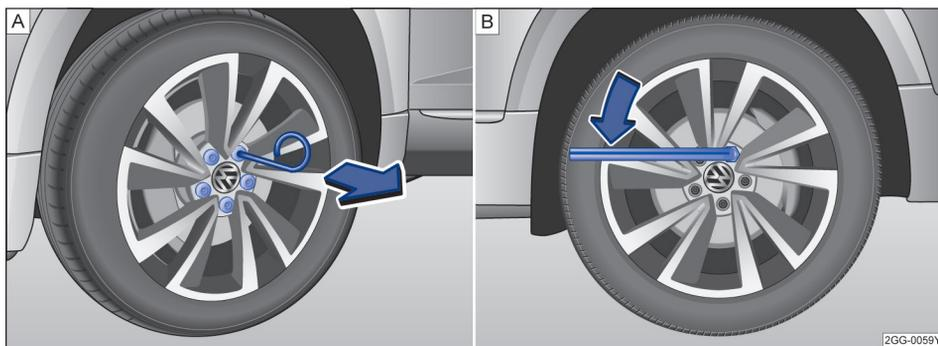

图 219 (A) 从车轮螺栓上拔下盖罩, (B) 更换车轮: 松开车轮螺栓
- 将钢丝钩穿过开口插入盖罩内→图 219 (A) 或→图 219 (A), 然后沿箭头方向将其拔下。
- 将车轮扳手套到车轮螺栓上, 然后推到位位置→图 219 (B) 或→图 219 (B)。